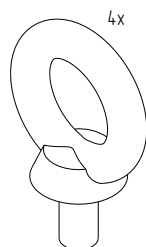

Рисунок 43
4.16.2 Проверить комплектность (рисунок 43).